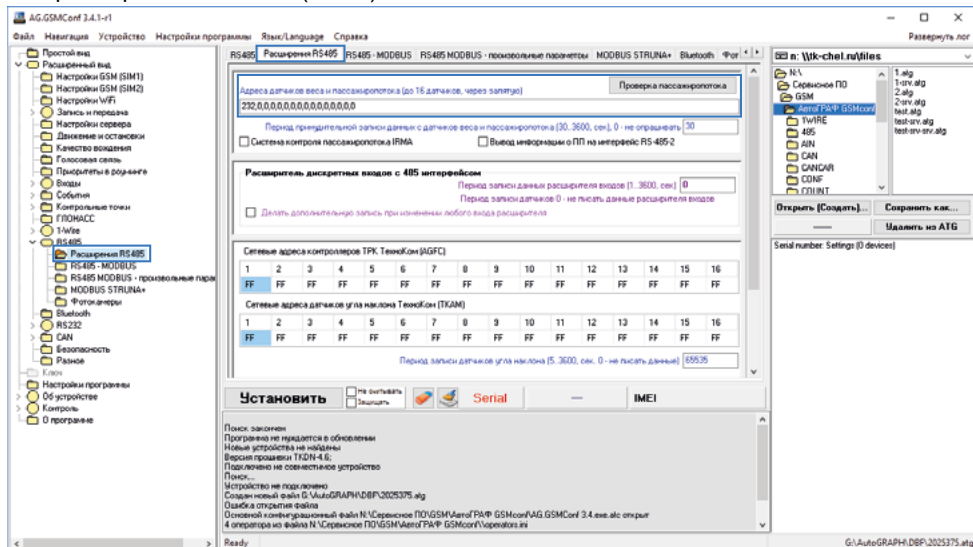

Рис.4. Настройка адреса адаптера интерфейсов в бортовом контроллере.
- После успешной установки система автоматически распознает подключенное устройство (Рис.4).